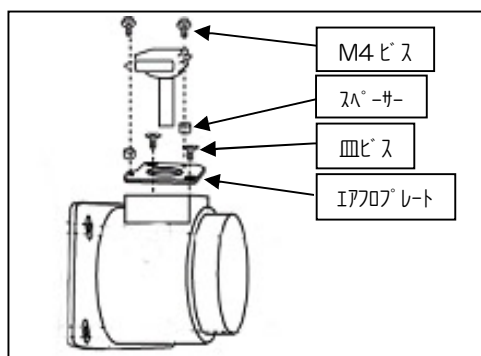

図 4
- ①図4を参考にエアフロアダプター、エアフロプレート、エアフロセンサーを組み立てます。